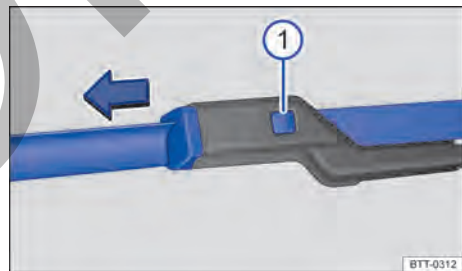

Fig. 101 Sustituir las escobillas de los limpiaparabrisas.
- Mantenga la tecla de desbloqueo → fig. 101 ① pulsada y, al mismo tiempo, retire la escobilla de los limpiaparabrisas en el sentido de la flecha.